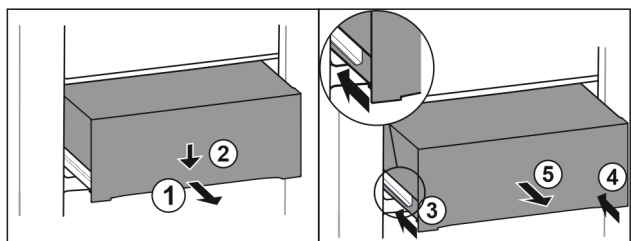

Fig. 122
- ▶ Vytiahnite zásuvku do polovice. Fig. 122 (1)
- ▶ Zatlačte zásuvku na prednej strane smerom nadol. Fig. 122 (2)
- ▶ Zasuňte ľavú koľajničku o cca 2 cm. Fig. 122 (3)
- ▶ Zasuňte pravú koľajničku o cca 2 cm. Fig. 122 (4)
- ▶ Odoberte zásuvku dopredu. Fig. 122 (5)